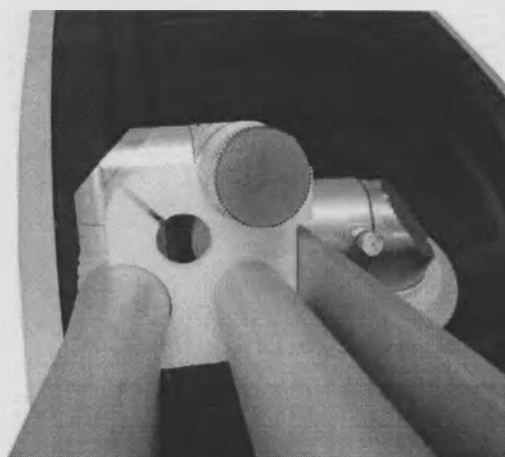

Рис. 3H. Положение манипулятора спереди от лазера
4. Поверните манипулятор на 180 градусов вокруг левой части лазера (стоя лицом к передней части), чтобы регулировочный винт смотрел на переднюю часть лазера. См. **рис. 3H**.